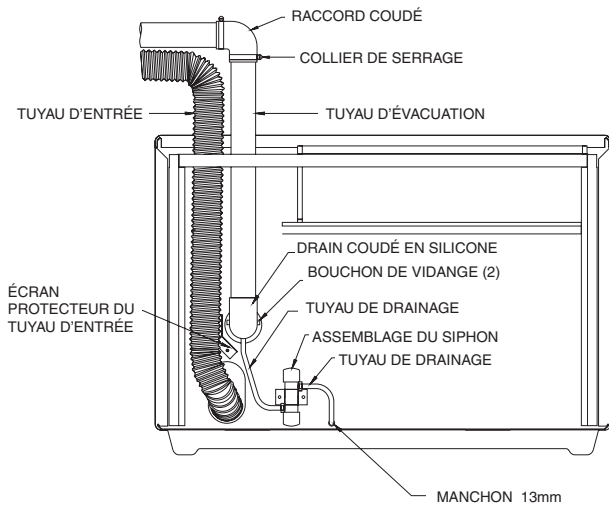

Figure 13
6. Le dessus du blindage a trois entrées défonçables pour les longueurs de tuyau verticales. L'entrée défonçable du centre est pour le tuyau d'évacuation. Les entrées défonçables de chaque côté de l'entrée défonçable du centre sont pour le tuyau d'entrée. Si un tuyau horizontal est utilisé après une portion verticale de tuyau, il est recommandé que le tuyau d'évacuation soit au dessus du tuyau d'entrée. Ceci peut être accompli en utilisant l'entrée défonçable verticale appropriée, à la droite ou à la gauche sur le dessus du blindage. **Voir les Figures 13 et 14.**